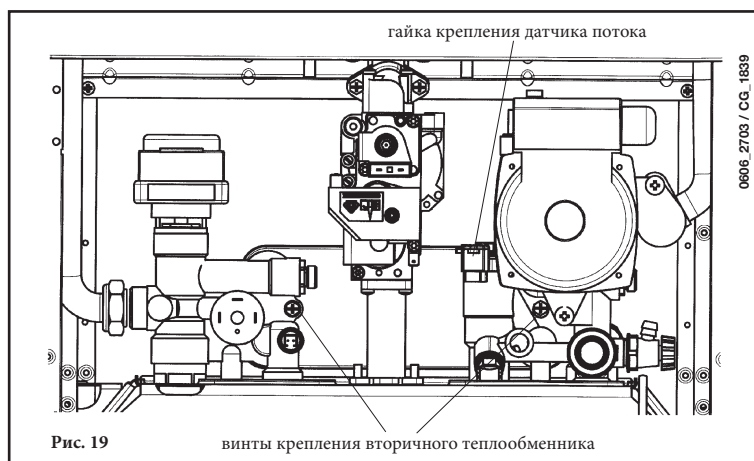

Рис. 19
- отверните гайку на блоке датчика потока воды (рис.19);